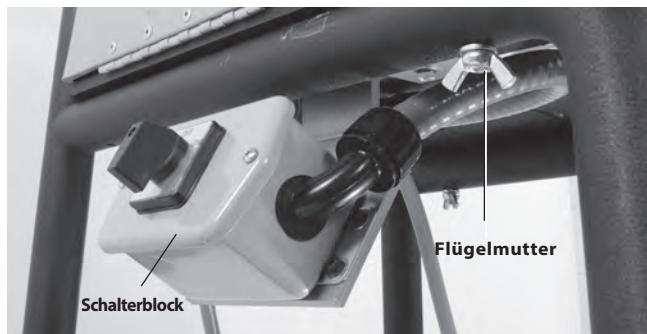

Abbildung 5 – Montage des Rollnutgeräts am Dreibein-Untergestell
4. Befestigen Sie das Rollnutgerät mit der Grundplatte mit 4 (vier) Sechskantschrauben $\frac{3}{8}$ Zoll – 16 x $2\frac{1}{2}$ Zoll, Unterlegscheiben und Flügelmuttern am Dreibein-Untergestell (Abbildung 5). Setzen Sie den Schalterblock vorsichtig unter dem Holm an. Zum Ausrichten der Grundplatte müssen unter Umständen die Beine verschoben werden.